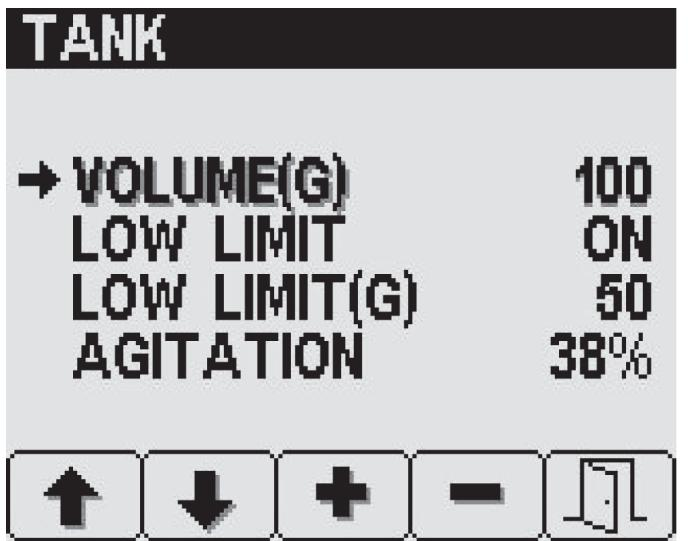

Figura 20
2. Pulse el botón 2 hasta llegar al elemento que desea cambiar (Figura 20).
3. Use los botones 3 y 4 para establecer el valor deseado (Figura 20).